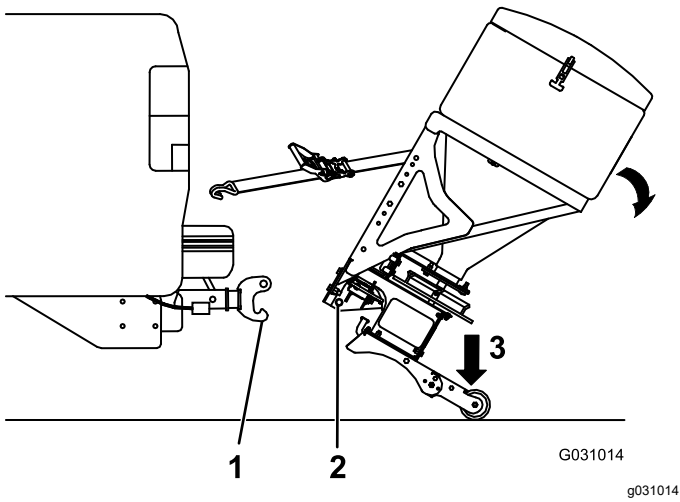

图 12
5. 稳稳抓住撒布机并站在支腿总成上将其向后旋转直至 RT3 附件的底销离开 RT3 挂钩图 12。